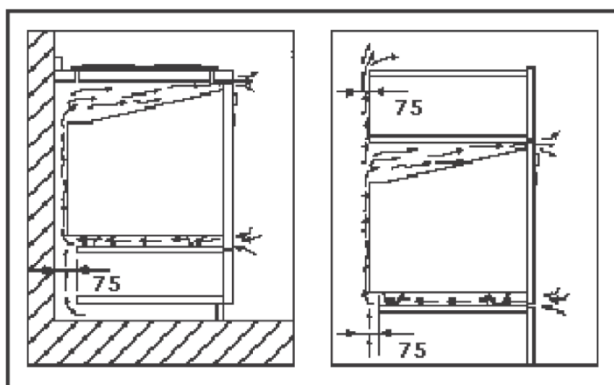

Рис. 3
**4.2.5.** Заднюю панель шкафчика следует удалить для обеспечения свободной циркуляции воздуха. Панель, куда крепиться духовка, должна иметь зазор в задней части как минимум 75 мм. (Рис. 3)